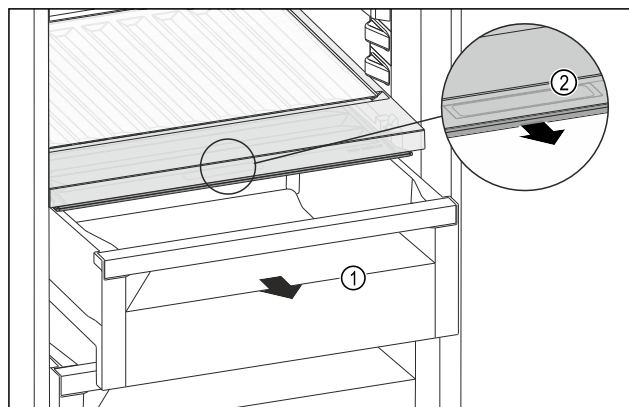

Fig. 230
- Tërhiqni jashtë sirtarin Fig. 230 (1).
- Kapni dorezën e futur Fig. 230 (2) në kapakun e ndarjes dhe në të njëjtën kohë tërhiqni përpara kapakun e ndarjes.